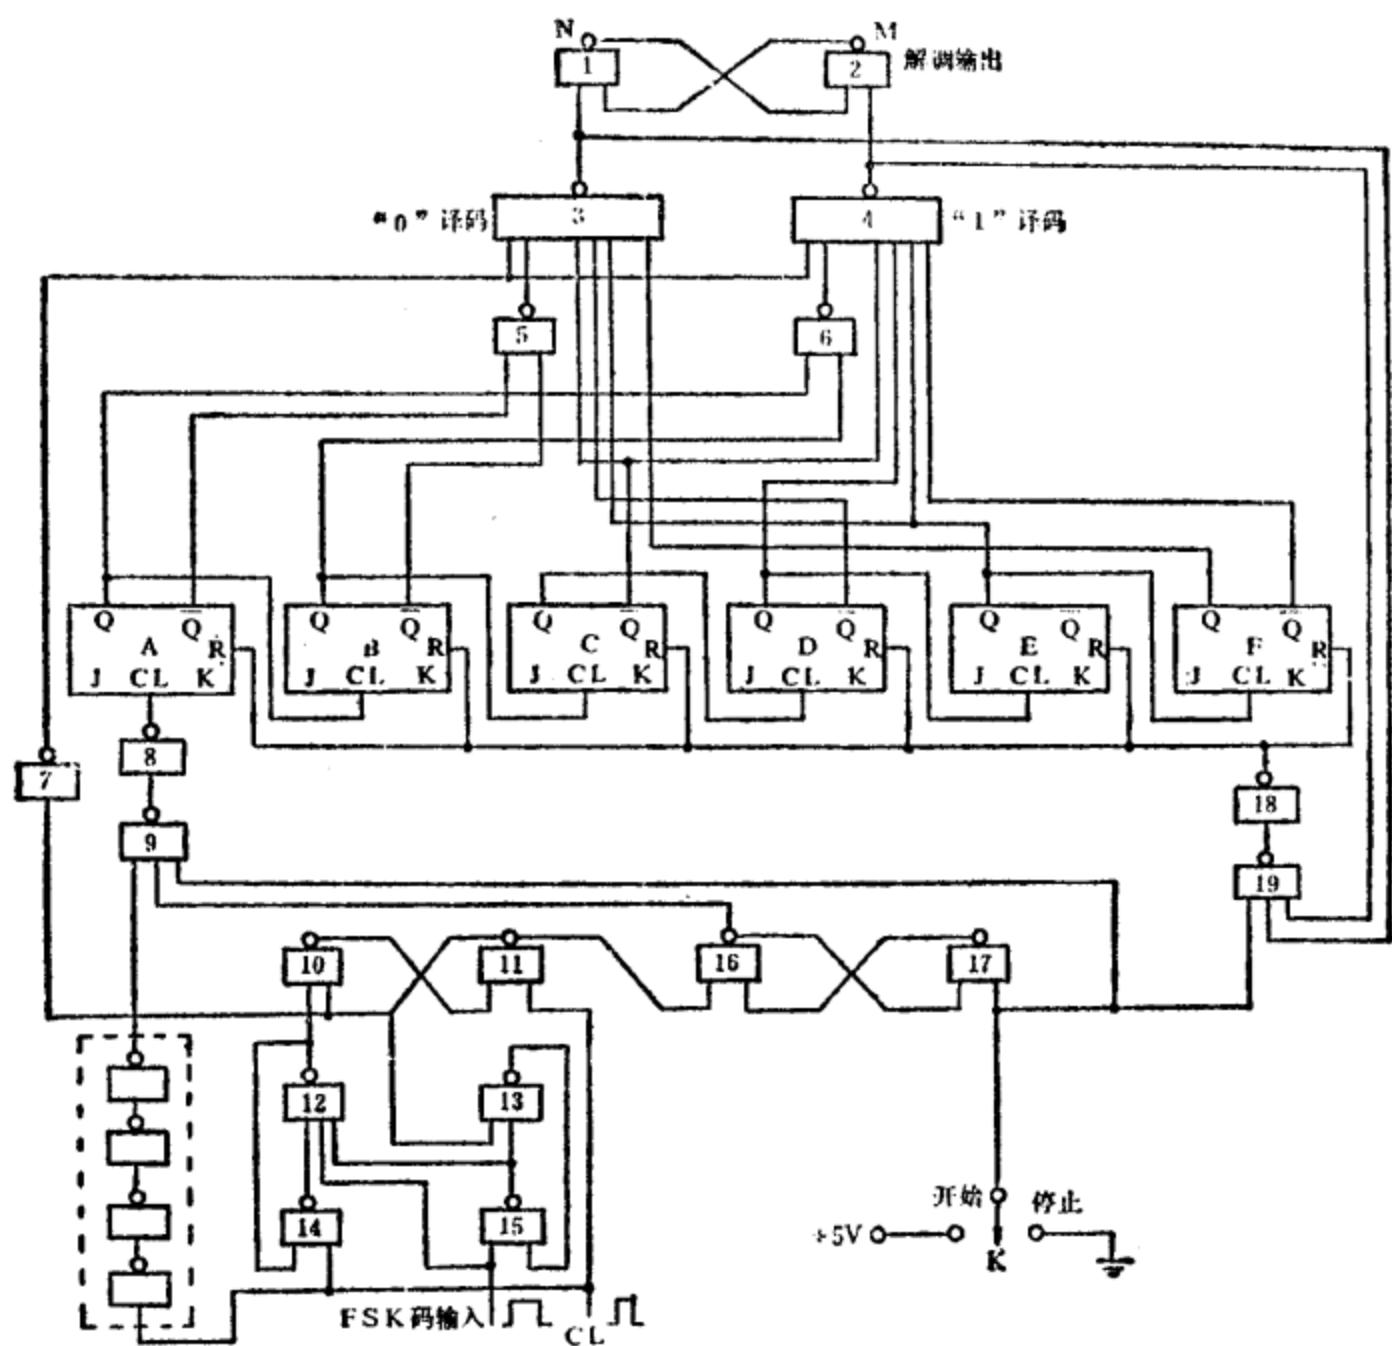
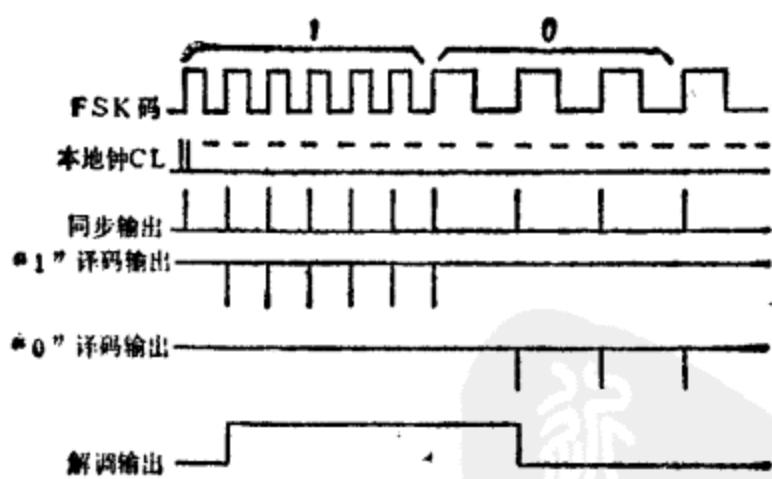
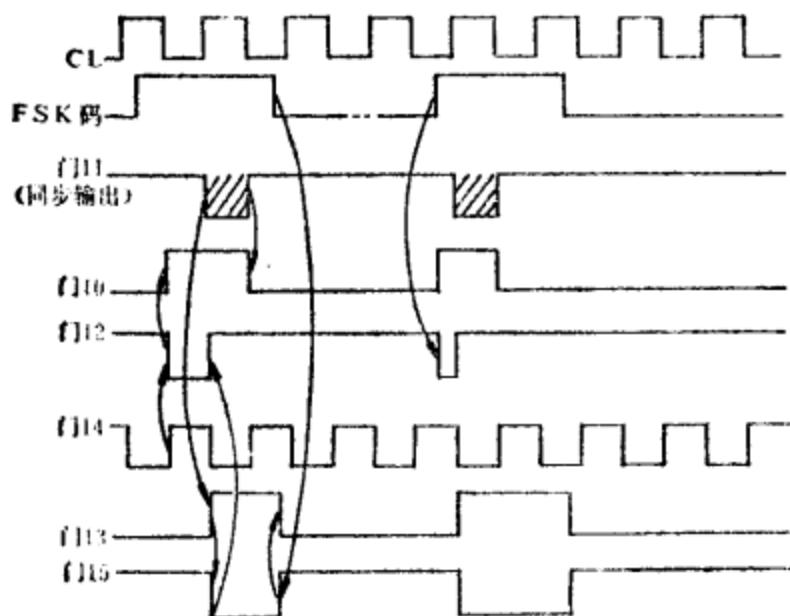

图 2
图 3
图 4
里所说的同步，就是将已调信号的脉冲，用频率更高的本地钟信号CL脉冲所替代。同步输出的信号控制译码器进行译码，同时开启控制电路的计数门，开始对CL脉冲计数。同步电路由与非门10~15组成，参看图2。计数电路是6级串行异步计数器，由JK触发器构成，它的功能是记录 f_1 、 f_2 两个脉冲之间所填充的CL脉冲个数，以此提供译码状态。译码电路由与非门3~7构成，它有两个输出端，分别对应 f_1 和 f_2 的周期译码，其译码输出信号使解调输出电路置位，同时对计数器置零，由此确定码子的“0”状态和“1”状态。解调输出电路由与非门1~2构成，它组成R-S触发器，两个置位端分别对应译码电路的两个状态输出端。控制电路由与非门8~9，16~19和开关K组成，主要进行解调启动、停止和对计数器进行置“0”控制。图2虚框内的4个门，是为逻辑时延而设。数字解调器的原理时序图如图3所示。
为了在解调FSK数字信号过程中，能确切的进行译码、置零、计数等时序动作和正确分辨“0”、“1”代码，需要将组成FSK信号的脉冲与本地钟CL同步，并保持信号结构不变。不论信号脉冲的上升沿相对CL在什么相位上，都要为其后面相邻的一个完整CL脉冲所替代。同步原理和同步过程参看图2和图4，主要是利用维持和阻塞作用实现同步。
实现的逻辑电路, 见图2。
2. 定时电路, 如图2所示。